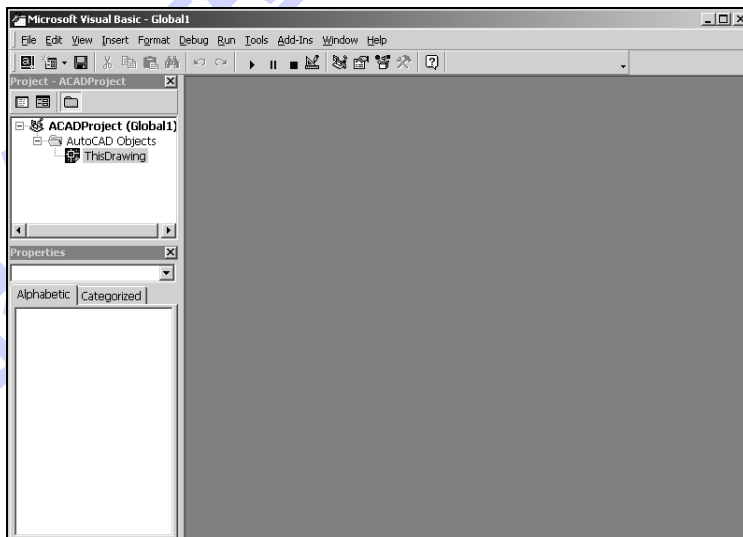

图 19-17 VBA 编辑器初始屏幕界面
(1) 运行 AutoCAD 2004。
(2) 从 AutoCAD 标准菜单条上，选择 Tools (工具) → Macro (宏) → Visual Basic Editor (VBA 编辑器) 选项，屏幕上就会出现如图 19-17 所示的界面，该界面就是 VBA 集成开发环境 (IDE) 界面。